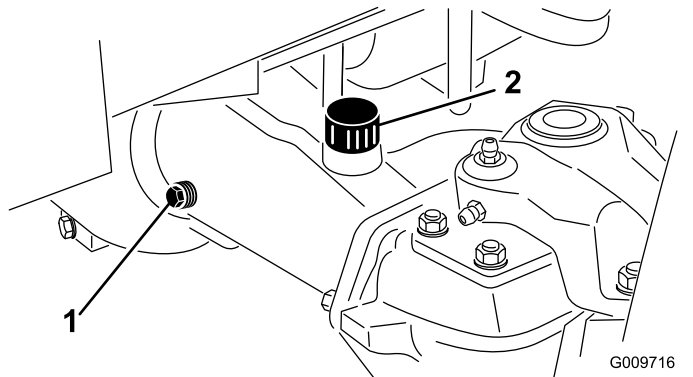

图58
2. 从轴的 1 端取出检查塞确保润滑油向上直至孔的底部图58。